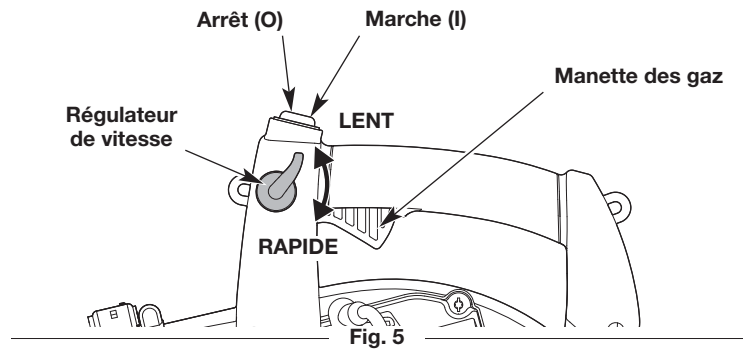
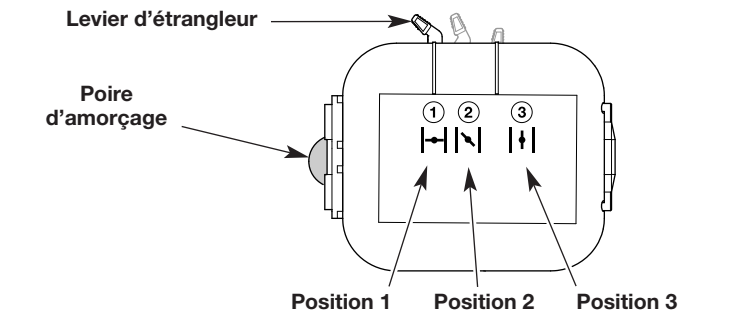

Fig. 5
Fig. 6
REMARQUE : il n'est pas nécessaire de démarrer l'appareil. L'interrupteur de marche/arrêt est constamment en position de marche (I) (Fig. 5).
3. Appuyez lentement et relâchez la poire d'amorçage à **10 reprises** (Fig. 6). Si aucune quantité de carburant n'apparaît dans la poire d'amorçage, appuyez et relâchez la poire jusqu'à l'apparition de carburant.
4. Déplacez le levier d'étrangleur en **Position 1** (Fig. 6).
5. Déplacez le régulateur de vitesse en position LENT (Fig. 5).
- REMARQUE :** Gardez le régulateur de vitesse en position **LENT** et **NE PAS** enfoncer la manette des gaz jusqu'à l'étape 10 (Fig. 5).
8. **NE PAS** enfoncer la manette des gaz. Déplacez le levier d'étrangleur en **Position 2** (Fig. 6).
10. Serrez et retenez la manette des gaz ou déplacez le régulateur de vitesse à la position RAPIDE (Fig. 5). Laissez le moteur chauffer pendant 30 à 60 secondes.
11. Continuez à serrer la commande des gaz ou garder le régulateur de vitesse à la position RAPIDE (Fig. 5). Déplacez le levier d'étrangleur à la **Position 3** (Fig. 6) et laissez le moteur chauffer pendant 60 secondes supplémentaires. L'appareil peut être utilisé pendant ce laps de temps.
- Si...** le moteur hésite, remplacez le levier d'étrangleur en **Position 2** (Fig. 6) et laissez-le chauffer.
2. Appuyez sur l'interrupteur de marche/arrêt et maintenez-le enfoncé en position d'arrêt (O) jusqu'à ce que le moteur s'arrête complètement (Fig. 5).
- Utilisez le régulateur de vitesse pour faciliter le fonctionnement continu (Fig. 5).